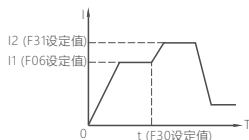

图6.7 二次限流功能示意图
**F30 二次限流开始时间** 可设定范围：(0~30)s。0：表示二次限流功能无效；(1~30)s：表示从软起的第(1~30)s开始进行二次限流。该功能参数表示在软起多少时间后再开始进行二次限流，在负载较重的场合有较好的应用效果，具体见图6.7。